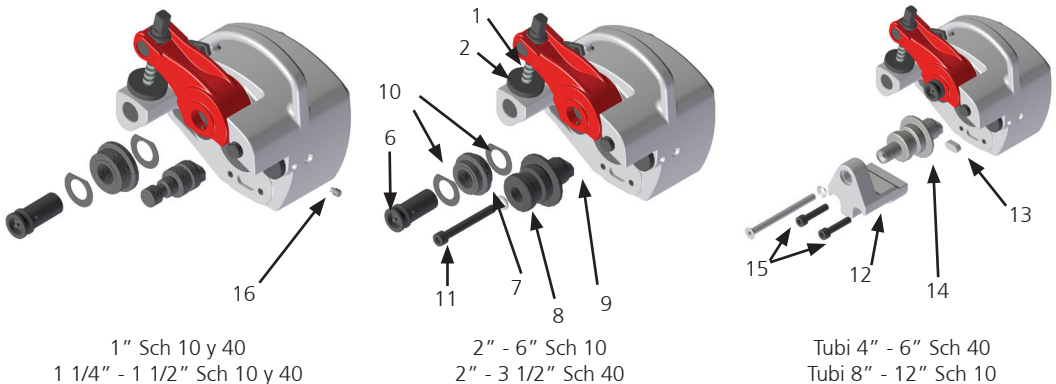

Figura 4
- Su un banco da lavoro o sul pavimento, ruotare in senso antiorario la vite guidata per "sollevare" completamente il rullo superiore (vedi figura 4, n. 7) dalla vite del tornio (vedi figura 4, n. 8).
- Allentare il prigioniero di fissaggio dalla slitta su guida a rulli (vedi figura 4, n. 9) e rimuovere l'albero portarullo (vedi figura 4, n. 6).
- Rimuovere il rullo superiore e le rondelle di regolazione (vedi figura 4, n. 10) dalla slitta su guida a rulli.
- Allentare la vite dalla vite del tornio (vedi figura 4, n. 11).
- Se la nuova vite del tornio è per tubi da 1 o 1 1/4-1 1/2, fissarlo stringendo la vite (vedi figura 4, n. 16)
- Se la nuova vite del tornio è per tubi Sch 40 da 4 a 6 pollici o tubi Sch 10 da 8 a 12 pollici (vedi figura 4, n. 14), posizionare il supporto della vite del tornio (vedi figura 4, n. 12) e fissarlo usando il perno come guida (vedi figura 4, n. 13) e stringendo le viti (vedi figura 4, n. 15).